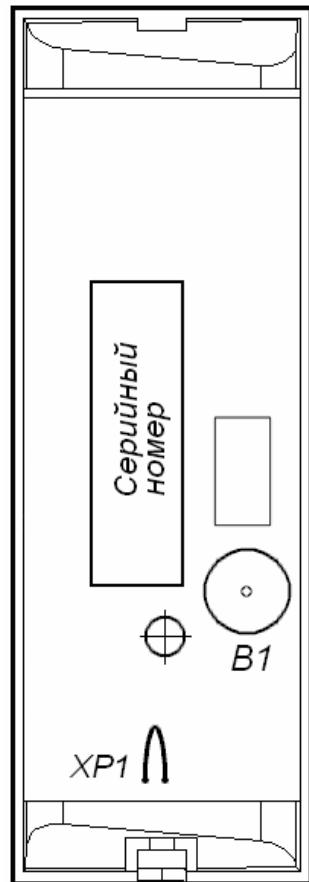

Рисунок 4 Расположение пьезоэлемента (B1) и перемычки «отключение концевого резистора» (XP1) на тыльной стороне контроллера
6. Если данный контроллер не является конечным устройством на линии связи интерфейса RS-485 подключения периферии, то необходимо отключить на нем концевой резистор, для чего перекусите кусачками перемычку «отключение концевого резистора» (перемычка XP1 см. рисунок 4). Учтите, что в этом случае необходимо будет установить концевые резисторы по реальным концам линии связи интерфейса RS-485.